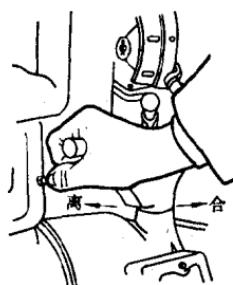
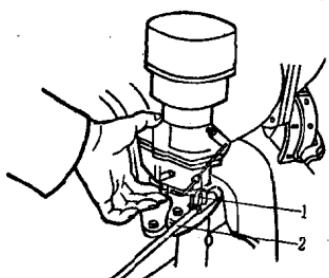
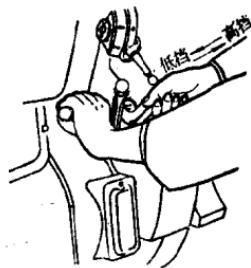

图 1-6 分开起动机离合器
图 1-7 向气缸内泵油
图 1-9 起动机换入高档
(4) 起动机离合器在分开位置(图1-6)，变速手柄在低档位置(参看图1-9)。
(5) 用调速器外壳上的弯杆将调速器拉杆卡住在低速位置，并关闭阻风门。
(6) 打开汽油箱开关，稍停后，按压汽化器上的手动油泵按钮，向气缸内泵油2~3次(图1-7)。
(5) 将减压杆扳回“预热”位置，分开离合器，将变速杆换入高档后再接合离合器。以高档带动发动机运转1~2分钟(图1-9)。
(6) 起动机以高档带动发动机运转时，将减压手柄放到“半开”位置上预热后，再放到“运转”位置上，并向发动机供油(把油门手柄拉到一半位置)，发动机即可着火。
(7) 分开离合器，调节节气